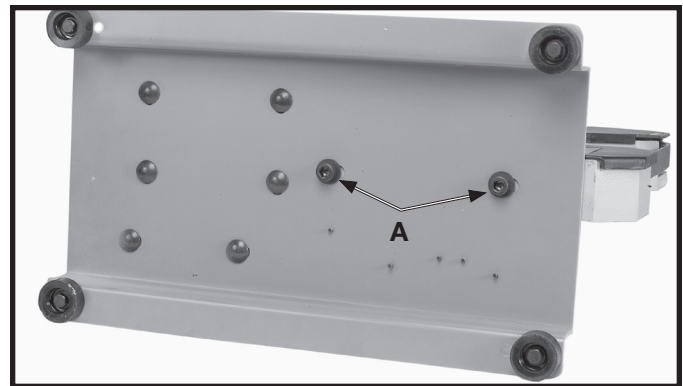

Fig. 2
2. La Fig. 2 ilustra los dos tornillos (A) insertados en los dos agujeros al fondo de la base.